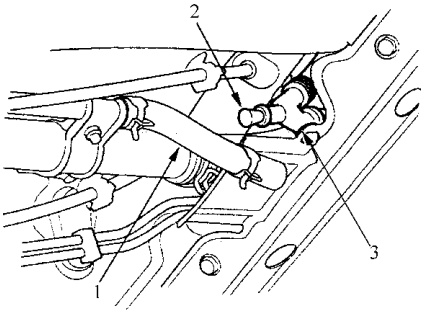

图 3-40 拆卸通气管路
6) 如图 3-40 所示，从三通接头的注油拆，断开通气管路，给三通球头装上一个胶盖。